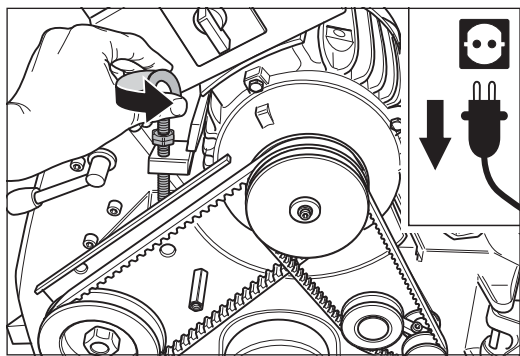

Abb. 25 Die Spannschraube gegen den Uhrzeigersinn drehen. Dadurch werden die Keilriemen entspannt.
- 6 Drehen Sie die Spannschraube am Motor gegen den Uhrzeigersinn (Abb. 25). Dadurch werden die Keilriemen entspannt.